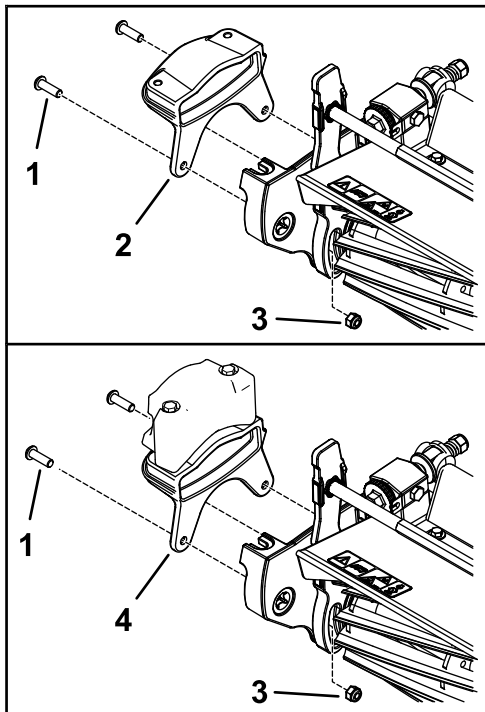

図 10
1. 新しいウェイトをカッピングユニットの側面に固定するボルト5/16"2本と、ナット5/16"2個を使用して図 10のように取り付ける。